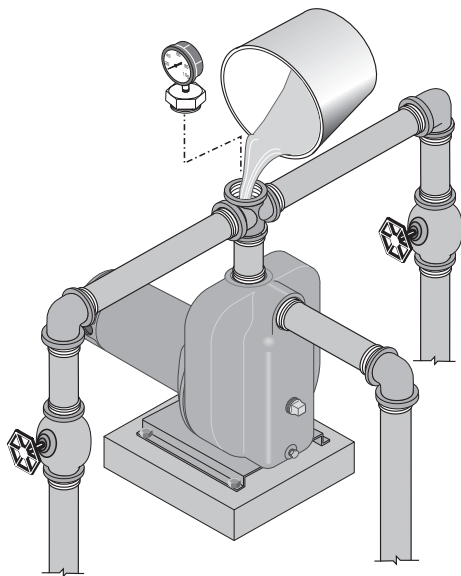

FIGURA 9 – RETIRE EL TAPÓN DE CEBADO Y LLENE LA BOMBA ANTES DE ENCENDERLA
2. Retire el tapón de cebado. Llene con agua la bomba y la tubería de succión (Figura 9). NUNCA ponga en funcionamiento la bomba en seco. Poner a funcionar la bomba sin agua en su interior dañará los sellos y puede derretir el impulsor y el difusor. Asegúrese de que la descarga (válvula, boquilla de manguera con empuñadura tipo pistola, etc.) esté abierta siempre que la bomba esté funcionando.